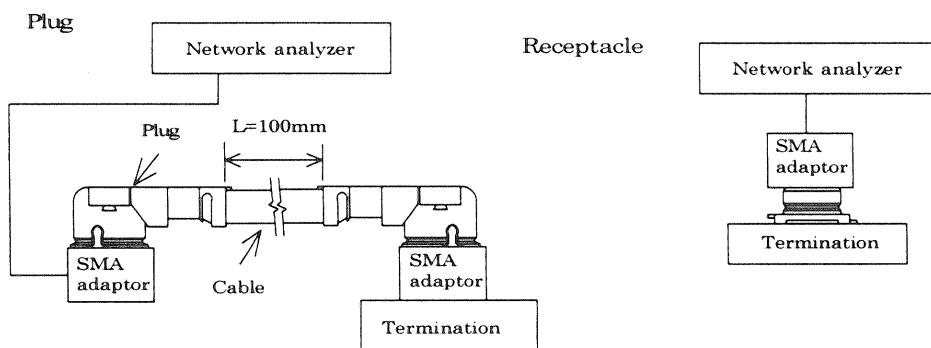

Fig.3
(3) Dielectric withstanding voltage / 耐電圧
(4) VSWR
A. Testing : Measure the VSWR as shown in Fig.3 by the network analyzer.
A. 試験法：ネットワークアナライザーにて Fig.3 のようにVSWRを測定する。